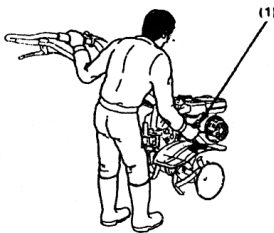

Fig. 13 (1) Impugnatura di avviamento
- 5) Tirare leggermente l'impugnatura del motorino di avviamento fino a quando non si avverte una certa resistenza, quindi tirare con decisione (Fig. 13).